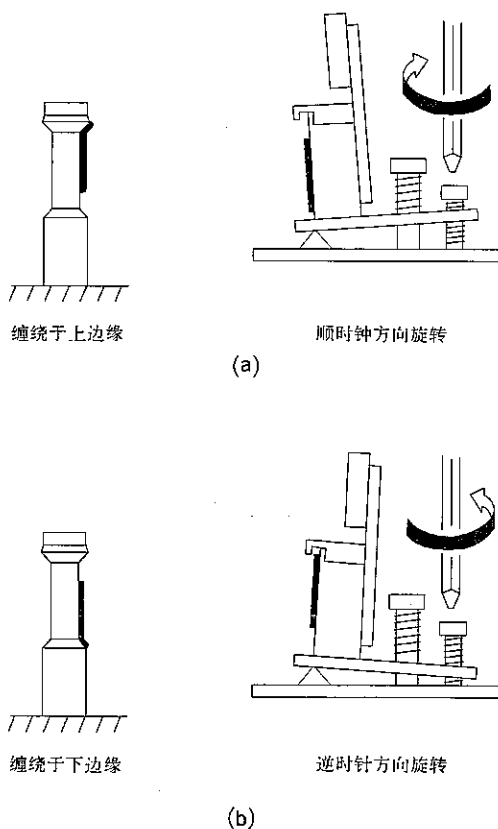

图1-37
- 1) 磁带缠绕于走带定位导杆上缘：按图1-37(a)所示，顺时针方向旋转倾斜度调整螺丝。
- 2) 磁带缠绕于走带定位导杆下缘：按图1-37(b)所示，逆时针方向旋转倾斜度调整螺丝。